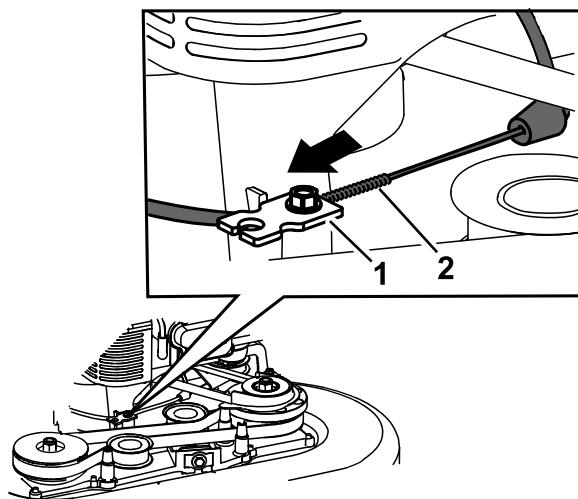

Figure 43
6. Tirez sur la gaine du câble jusqu'à ce qu'il n'y ait plus de mou (Figure 43).